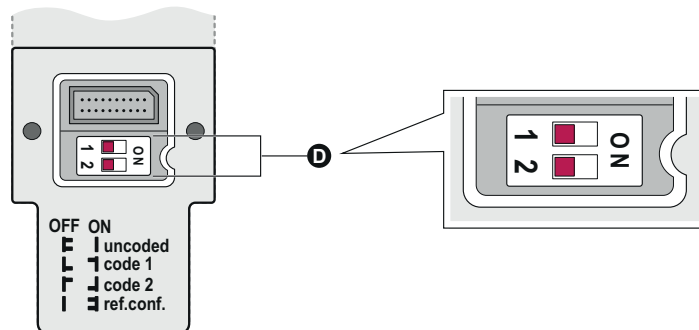

Рисунок 51: Сброс на заводские настройки
3. Для сброса блокировки повторного запуска, контроля внешних устройств (EDM) и каскадного подключения, установить DIP-переключатели 1 и 2 (серия D) в положение Вкл (ON), см. рисунок 51.